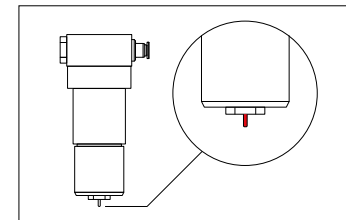

Abb. 8: Entlüftungsknopf
2. Der in diesem System verwendete Wasserabscheider ist ein manuell zu entlüftender Wasserabscheider und muss regelmäßig entleert werden. Hierdurch wird sichergestellt, dass die Trocknung stets einwandfrei funktioniert und kein Wasser in das System gelangt. So können Ausfälle von Bauteilen, wie zum Beispiel des Ventilblocks, vermieden werden. Verwenden sie zum Entlüften den Entlüftungsknopf (Abb. 8) an der Unterseite des Wasserabscheiders. Verwenden sie beim Entlüften des Wasserabscheiders zum Auffangen des Kondenswassers einen kleinen Behälter oder ein stark saugendes Material (z.B. Mikrofasertuch).